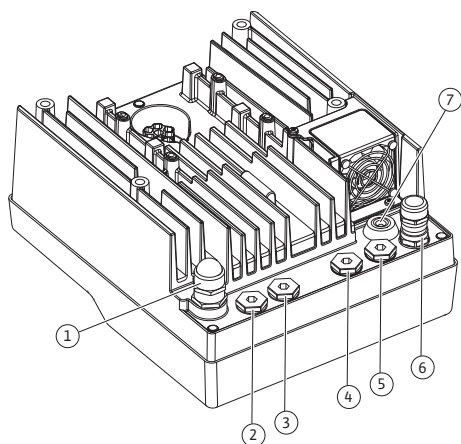

Fig. 18: Navojni priključci kabla/kablovski uvodnici
4. Priključni kabl treba sprovesti kroz navojni priključak kabla M25 (Fig. 18, poz. 1). Navojni priključak kabla zategnuti zadatim obrtnim momentom.